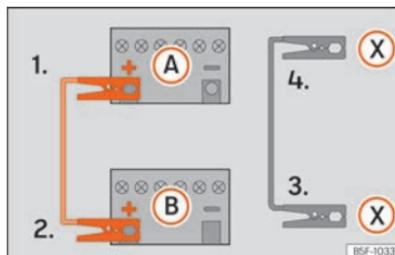

Abb. 196 Anschlussplan für Fahrzeuge mit Start-Stopp-System.
Starthilfekabel nur in folgender Reihenfolge anklemmen **1 > 2 > 3 > 4** »» (Abb. 196).
Fahrzeuge mit Start-Stopp-System: Klemmen Sie ein Ende des schwarzen Starthilfekabels (X) an einen geeigneten Masseanschluss, ein massives, fest mit dem Motorblock verschraubtes Metallteil oder an den Motorblock selbst »» (Abb. 196).
5. Klemmen Sie das andere Ende des schwarzen Starthilfekabels (X) im Fahrzeug mit der entladenen Batterie an ein mit dem Motorblock verschraubtes, massives Metallteil oder an den Motorblock selbst, aber so weit wie möglich von der Batterie A entfernt an.